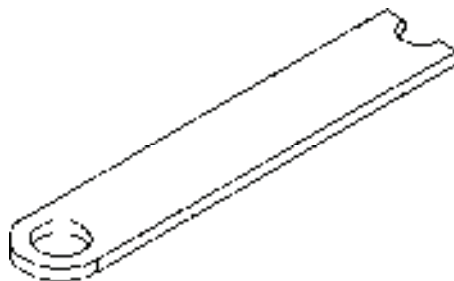

图 8-151 绘制轴测图练习 2
7) 上机练习: 绘制图 8-151 所示的等轴测图, 尺寸自定。